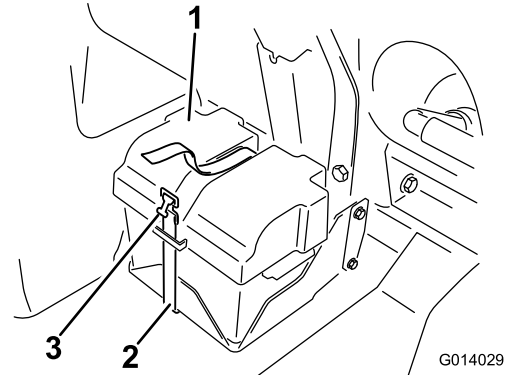

Bild 47
3. Setzen Sie die Batterieabdeckung auf und befestigen sie mit dem vorher entfernten Riemen (Bild 47).